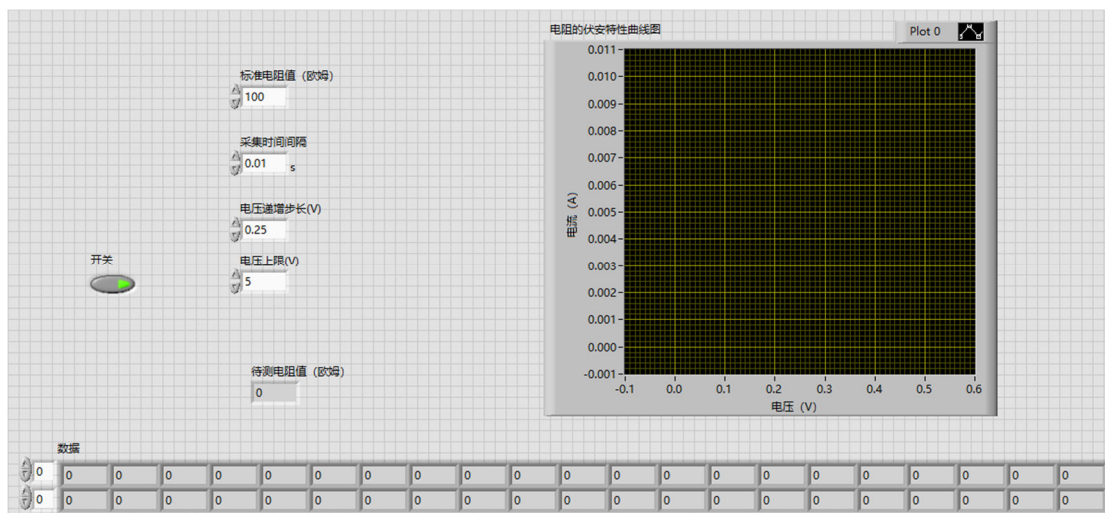
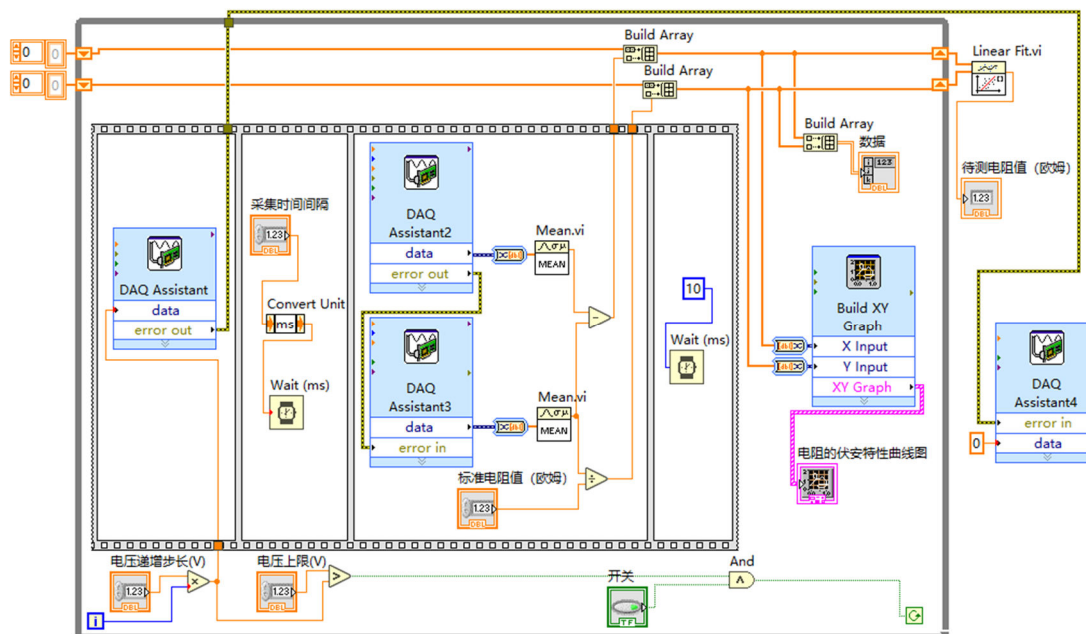

图 29-7 伏安法测电阻前面板图。
图 29-8 伏安法测电阻程序框图。
- （5）简单说明图 29-8 程序框图中的顺序结构（边框类似电影胶片）部分的四帧分别起到什么作用。
前面板图和程序框图如图 29-7 和图 29-8 所示。
完成后并输入了参数的前面板如图 29-7 所示。
根据实验思路，先输出一个电压，等到稳定后分别测量总电压和标准电阻上的电压。控制程序执行顺序可以通过顺序结构来实现。在程序框图中放入一个顺序结构 **Flat Sequence (Functions>>Programming>>Structures)**，在其边框上点击鼠标右键，选择弹出菜单中的 **Add Frame After** 使顺序结构有四帧，用鼠标拉动边框调整结构大小。之前在程序框图中已经有一些控件图标，它们分别对应于前面板上的各个控件，现在可以按图 29-8 把这些图标移动到顺序结构的各帧之中。